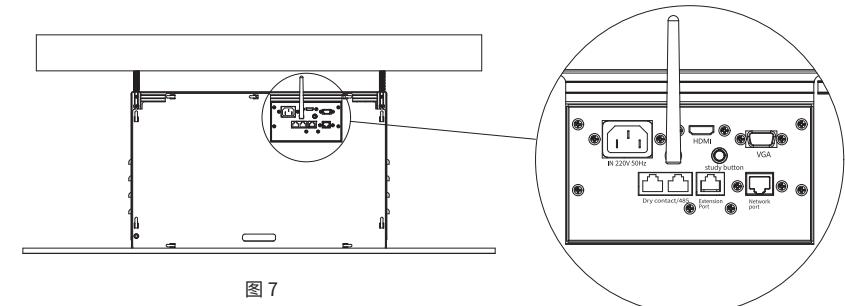
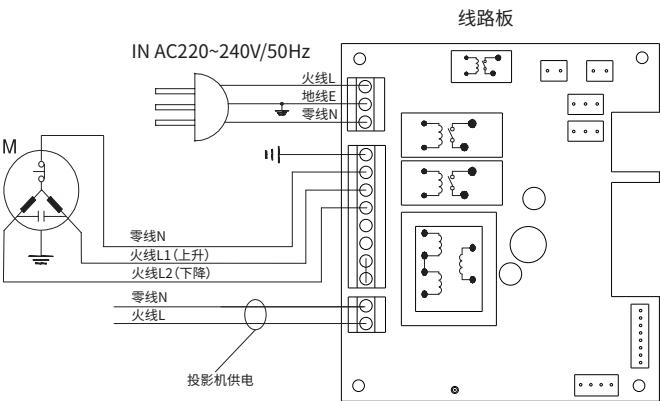

图 7
图 8
5.如图7所示,连接好电源线、信号线。(附电路接线图,如图8)